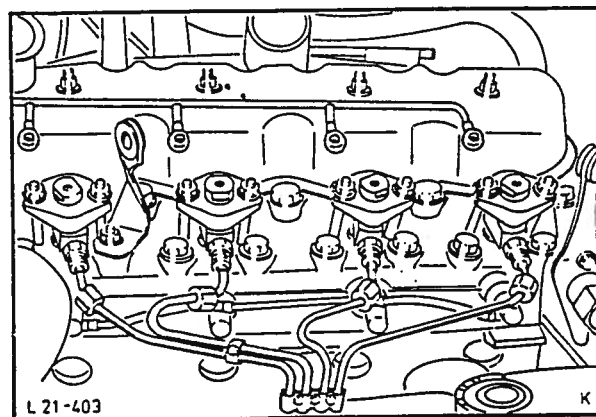

Fig. 115 Innsprøytningssydser.
20. Monter innsprøytningssyr og spillrør til dysene, fig. 115.